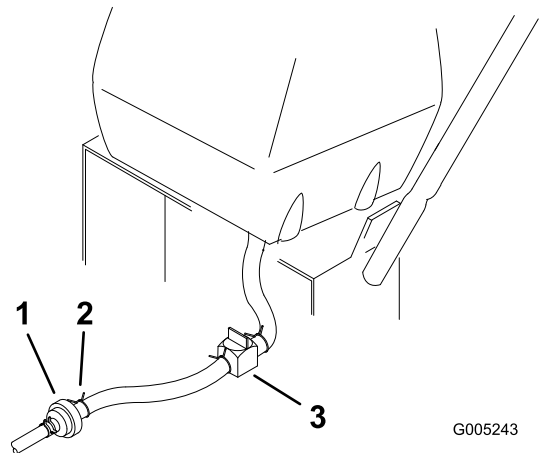

Bild 27
- Schließen Sie den Kraftstoffhahn am Kraftstofftank (Bild 27).
- Drücken Sie die Enden der Schlauchklemme zusammen und schieben Sie sie an der Kraftstoffleitung entlang, vom Kraftstofffilter weg (Bild 27).
- Ziehen Sie die Kraftstoffleitung vom Kraftstofffilter (Bild 27).